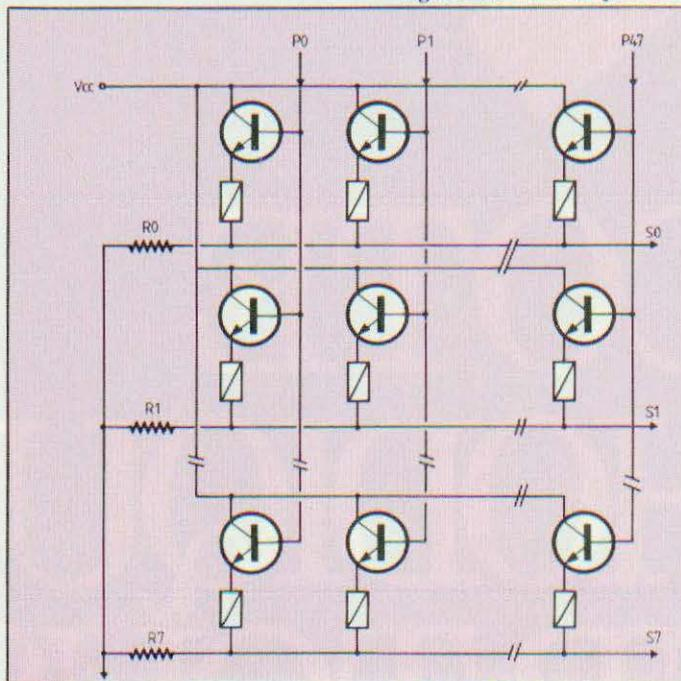

Figure 15. Matrice somme.
- une matrice somme programmable générant 8 sommes de 48 produits (fig. 15) ;